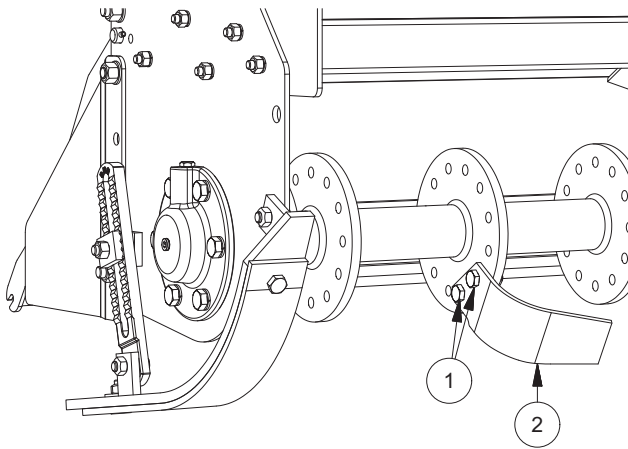

FIG. 18
- Die zwei Schrauben losdrehen (1, "Fig. 18").
- Das Seitenmesser entfernen (2).